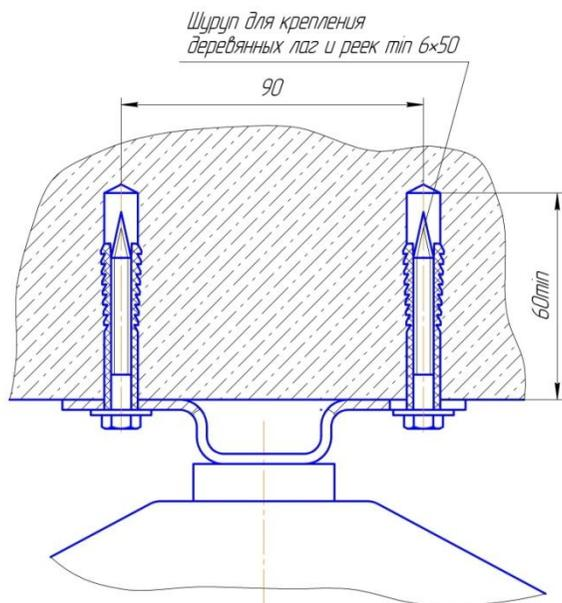

Рис.3.
6.2.1 МПП крепить к потолочному перекрытию (рис.3) дюбелями диаметром 10 мм, саморезами или шурупами минимум 6\*50 мм. При этом крепление МПП к потолочному перекрытию должно выдерживать статистическую нагрузку не менее 100 кг. в течение 5 минут.